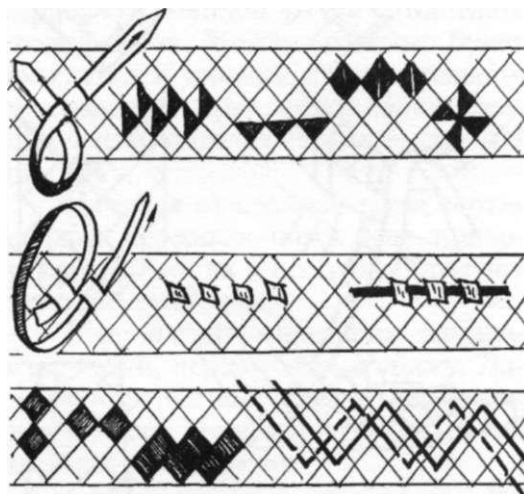

Рис.33. Декоративная отделка плетеных изделий
**Звездочка.** В четырех квадратах изделия относительно их центра располагают четыре конвертика по кругу, используя всего одну ленточку (см.рис. 33).